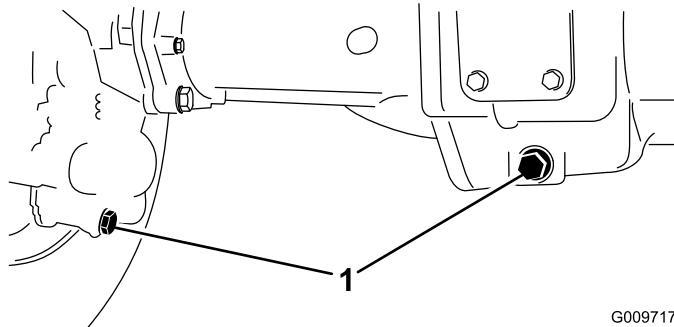

Figura 73
2. Pulite attorno ai tre tappi di spurgo, uno per lato ed uno in centro (Figura 73).